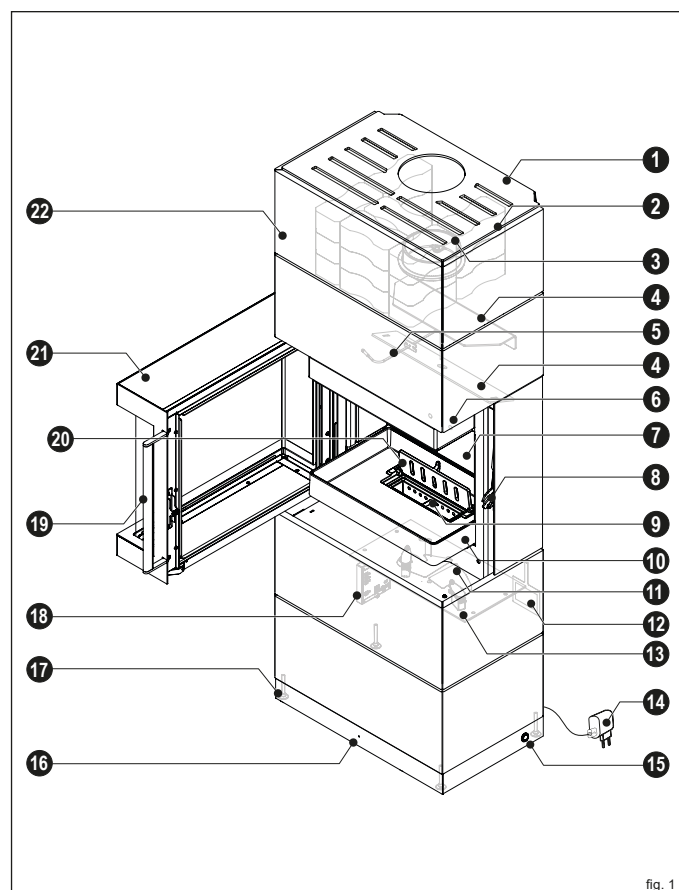

fig. 1
- Le pietre di accumulo del calore* (fig. 1, pos. 2) servono come accumulatori di calore. Quando il fuoco è spento, queste pietre rilasciano nell'ambiente il calore accumulato.
- Il rivestimento interno della camera di combustione (fig. 1, pos. 7) è costituito di vermiculite (minerale ignifugo).
- Lo sportello della camera di combustione (fig. 1, pos. 21) della stufa a legna è a chiusura automatica, ciò significa che lo sportello della camera di combustione deve essere tenuta ferma con la maniglia della camera di combustione (fig. 1, pos. 20) durante l'apertura (ad es. quando si aggiunge combustibile).
- Mentre si rilascia la maniglia della camera di combustione, essa cade nella chiusura dello sportello (fig. 1, pos. 8) e chiude automaticamente e a tenuta stagna la camera di combustione.
- La tecnologia iQ (fig. 1, pos. 5; 11; 15; 16; 18) regola automaticamente l'impostazione ottimale dell'aria di combustione e la temperatura della camera di combustione per garantire una combustione completa e poco inquinante.
- La stufa è costituita da un corpo in acciaio (fig. 1, pos. 22) e, a seconda del modello, può essere dotata di un rivestimento in acciaio, ceramica o pietra naturale per aumentare l'accumulo di calore.
- La stufa può essere allineata con le viti di regolazione (fig. 1, pos. 17) per compensare le irregolarità della superficie di allestimento.
- Il cassetto di raccolta della cenere (fig. 1, pos. 9) serve come raccogliitore di cenere e deve essere svuotato regolarmente. (Si veda il capitolo "7.3.3 Pulizia del cassetto di raccolta della cenere e della graticola").
- Il comando può essere acceso e spento utilizzando l'interruttore on/off (fig. 1, pos. 15).
- La targhetta (fig. 1 Pos. 12) si trova dietro la stufa e può essere spiegata poterla visionare.
- La spina e il cavo USB-C (fig. 1, pos. 14) collegano la tecnologia iQ t alla rete di corrente.